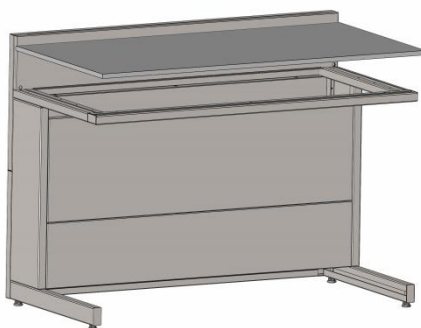

Рис. 1. Установка рабочей поверхности
6.3. Прикрепить её к каркасу, используя саморезы (13 шт.) (Рис. 1).